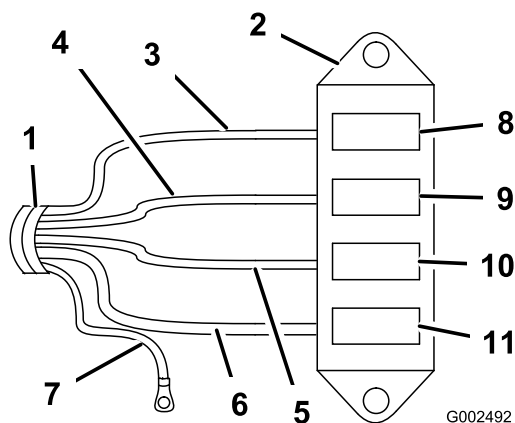

Figura 11
7. Conecte el mazo de cables al bloque de fusibles conectando los cables del mazo a los conectores de cable correspondientes ubicados en la parte trasera del bloque de fusibles (Figura 11).